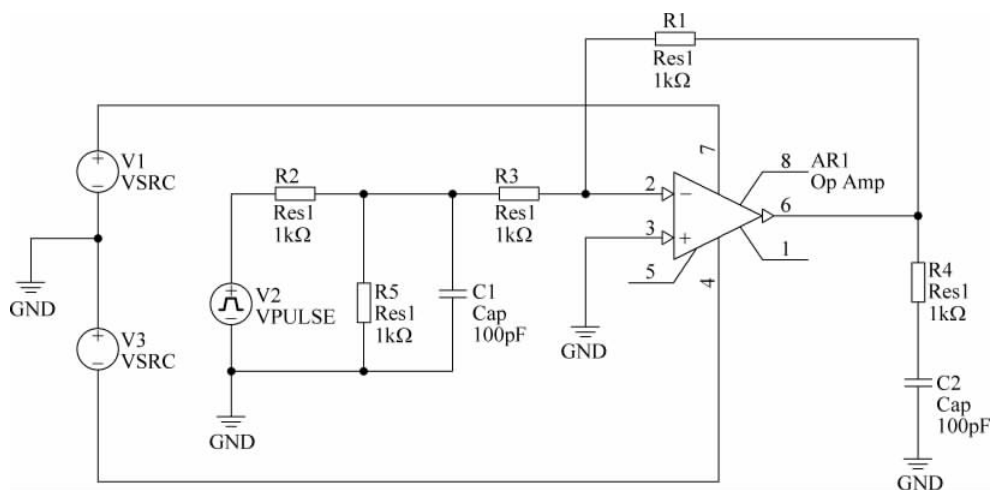

图 3-39 为电路元器件和信号源分配唯一的标识符
(5) 按照前面所介绍的为元件分配标识符的方法,为电路中的元件和信号源分配唯一的标识符。图 3-39 给出分配完标识符后的原理图界面。